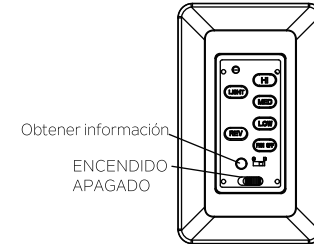

Fig. 30
**Paso 1.** Una vez finalizada la instalación, oprima el botón LEARN (OBTENER INFORMACIÓN) durante 3 segundos dentro de los 30 segundos posteriores a haber conectado el suministro de CA. El ventilador se encenderá a velocidad media y se encenderá la luz (si estuviera instalada). Esto confirma que la configuración de SINCRONIZACIÓN INTELIGENTE está activa y funciona de manera adecuada. (Fig. 30)
Vuelva a conectar la energía al ventilador de techo y pruebe su funcionamiento adecuado. (Fig. 30)